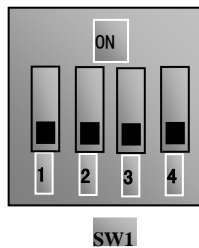

图 4-4 拨码开关
(5) 对于三相变频器控制端子排附近有一四位红色拨码开关 SW1，如图 4-4 所示。拨码开关的作用是选择模拟量输入端子 AI1、AI2 的输入范围（0~5V/0~10V/0~20mA）。实际使用时通过 F203 来选择模拟量输入通道。按图示把开关 1 和 3 拨到 OFF 位置，选择 AI1 通道 0~5V 电压调速。